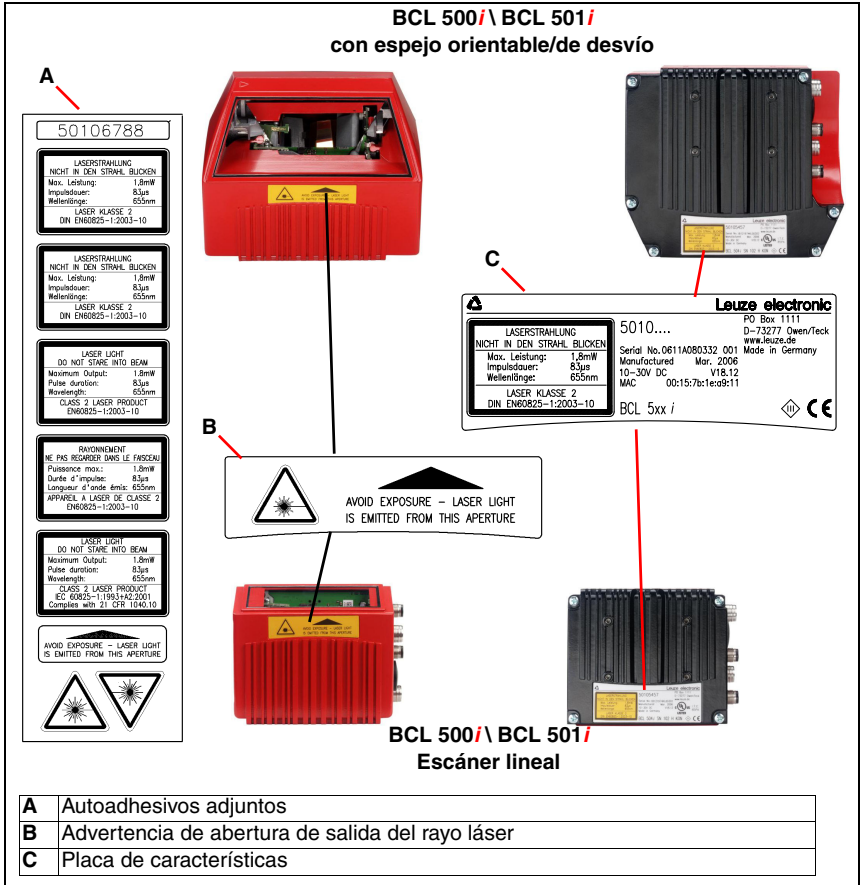

Figura 2.1: Colocación de los adhesivos con indicaciones de aviso en el BCL 500i \ BCL 501i
*¡Adhiera los autoadhesivos suministrados con el equipo (A en figura 2.1) de todas formas al equipo! En caso de que las señales sean tapadas debido a la posición del BCL 500i \ BCL 501i, entonces ponga las placas cerca al BCL 500i \ BCL 501i, de tal forma que al leer las indicaciones no se pueda ver la trayectoria del láser.*